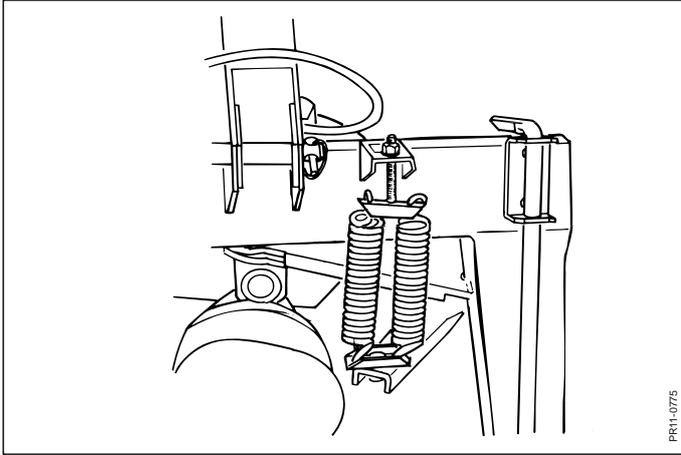

Fig. 3-1
**Fig. 3-1** Die Maschine ist mit einem Sicherheitsauslöser versehen, die erlaubt, daß das Schneidwerk nach hinten ausweicht, wenn der Druck von vorne zu groß wird, falls z.B. gegen feste Hindernisse so wie Bäume, ein Pfahl erdfeste Steine u.s.w. gefahren wird.